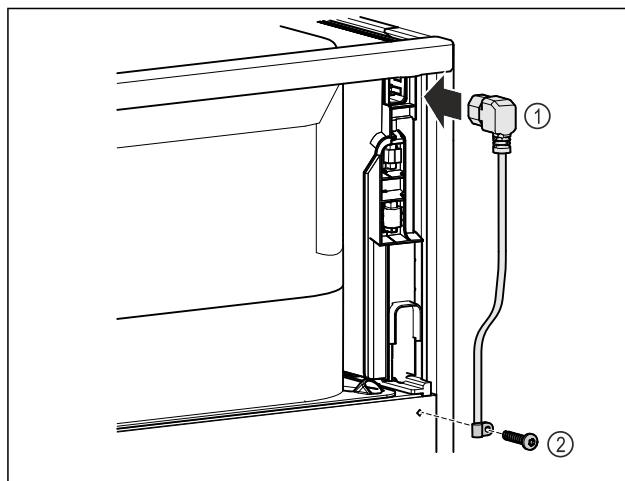

Fig. 11
- Включете буксата за свързване на уреди с ниска мощност на захранващия кабел *Fig. 11 (1)* от задната страна на уреда.
- Монтирайте кабелната муфа. *Fig. 11 (2)*